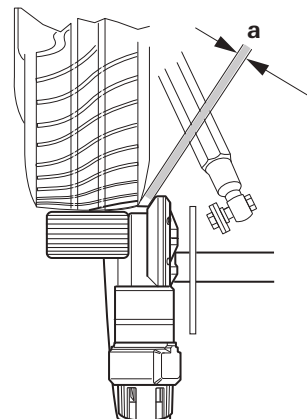

Afb. 34
- Ställ in rätt avstånd (Afb. 34-a) mellan däck och drivrulle med den medföljande avståndsplåten genom att förskjuta drivenheterna i längdriktning. Det flyttbara anslutningsröret medger en anpassning till rambredd. Härvid måste husvagnens vikt belasta hjulen.